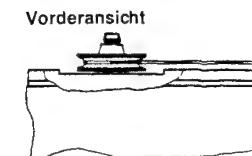

Abb. 1
- 2) Mit dem Hauptabstimmknopf oder der Achse **Ⓐ** wird die Seilscheibe **Ⓑ** — bei fast eingedrehtem Drehko — in die Lage der Abb. 1 gedreht.
- 2) Bring the drive cord pulley **Ⓑ** - with almost fully closed variable capacitor-into position shown in Fig. 1 by use either the main tuning knob on the axle **Ⓐ**.
- 2) Tourner la poulie **Ⓑ** suivant la fig. 1 à l'aide de l'axe **Ⓐ** ou du bouton principal d'accord — condensateur variable presque fermé —.